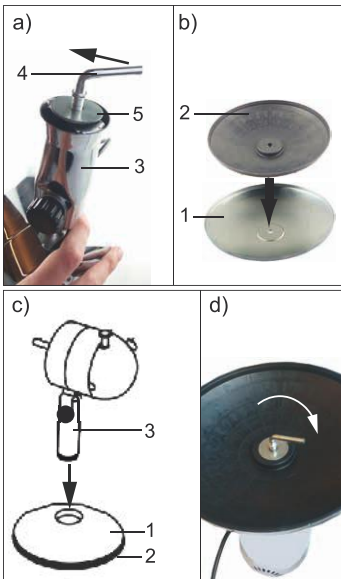

Fig.61: Montering af basen
1. Løsn L-fikseringsskruen (4) fra soklen.
2. Skru den af ved at dreje den mod uret. Fig. 61 a).
3. Træk spændeskiven (5) af soklen (3).
4. Læg indsatsen ned i basen (1) som vist i fig. 61 b).
5. Sæt soklen på basen. Fig. 61 c). Soklen skal glide ned i den dertil beregnede fordybning.
9. Skru L-fikseringsskruen fast ved at dreje den med uret. Fig. 61 d).